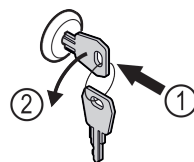

Fig. 170
- ▶ Włożyć kluczyk. Fig. 170 (1)
- ▶ Przekręcić kluczyk o 90° w lewo. Fig. 170 (2)